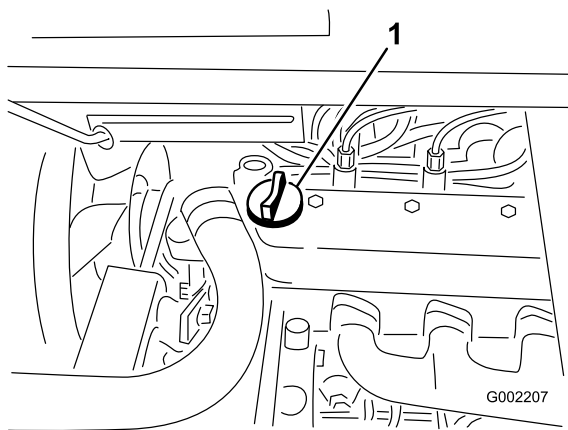

図 40
3. 油量が少なければ、バルブ・カバーの上についている補給口 (図 40) を開け、ディップスティックの Full マークまでオイルを補給する；オイルの種類や粘度の選択については「エンジン・オイルについて」を参照。補給するときは、ディップスティックで確認しながら少量ずつ入れてください。入れすぎないように注意してください。